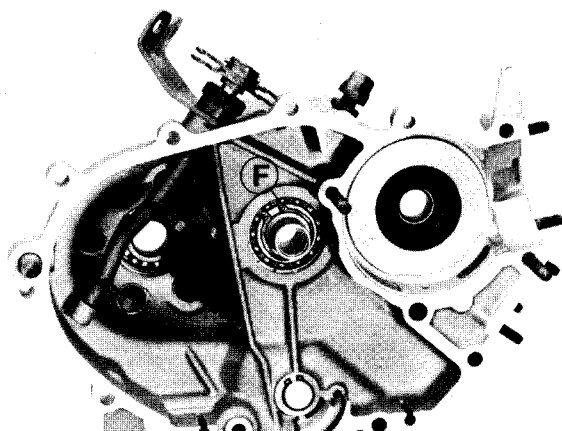

Fig. 76
**Fig. 76 - Ingranaggio elicoidale anello elastico:** montare l'ingranaggio elicoidale introducendolo dal lato opposto a quello rappresentato in figura e applicare, con le pinze 0023638, l'anello elastico di ritegno ingranaggio «F».